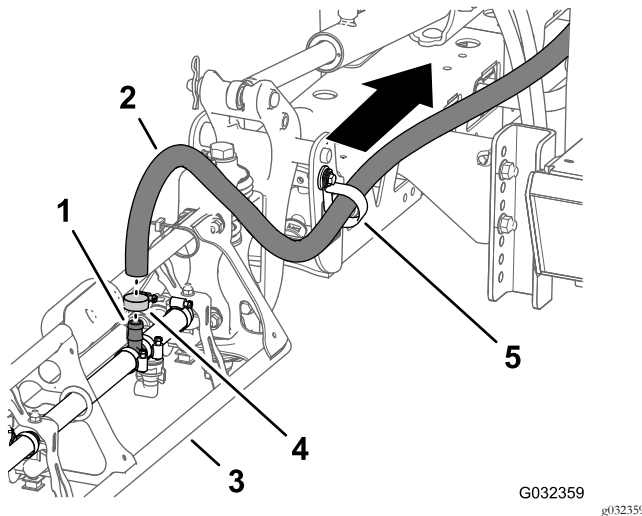

Figura 42
1. Nella sezione della barra esterna, rimuovete la fascetta stringitubo che fissa il flessibile di alimentazione per la sezione delle barre al raccordo a T dentellato (Figura 42).
2. Rimuovete il flessibile dal raccordo a T (Figura 42).
3. Rimuovete l'estremità libera del flessibile dal serratubi a R (Figura 42).